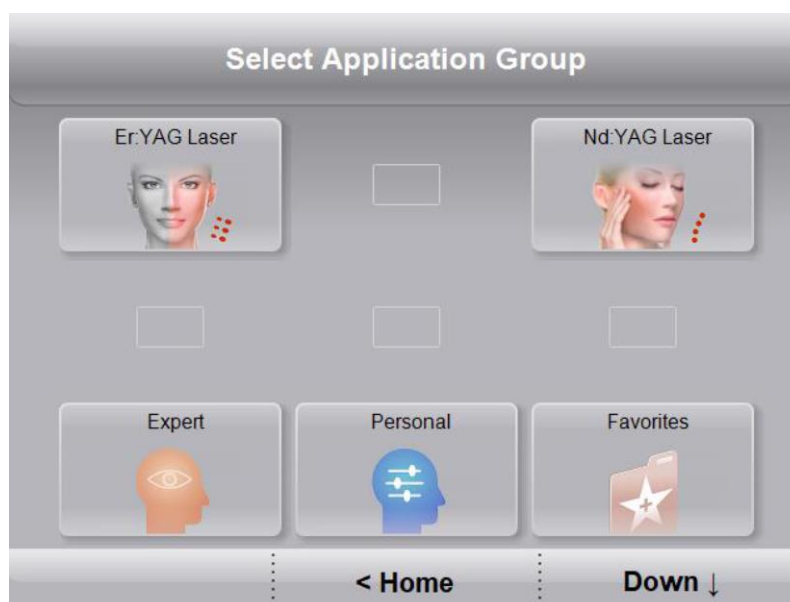

Рисунок 11.1: Группы приложений — уровень 1
При включении устройства появляется главный экран Application (приложение), отображающий основные группы приложений (см. рисунок 11.1).
- После того, как на экране Расширенного режима параметры будут заданы и проверены, нажмите на кнопку  — отобразится экран группы приложений (см. рисунок 11.1).